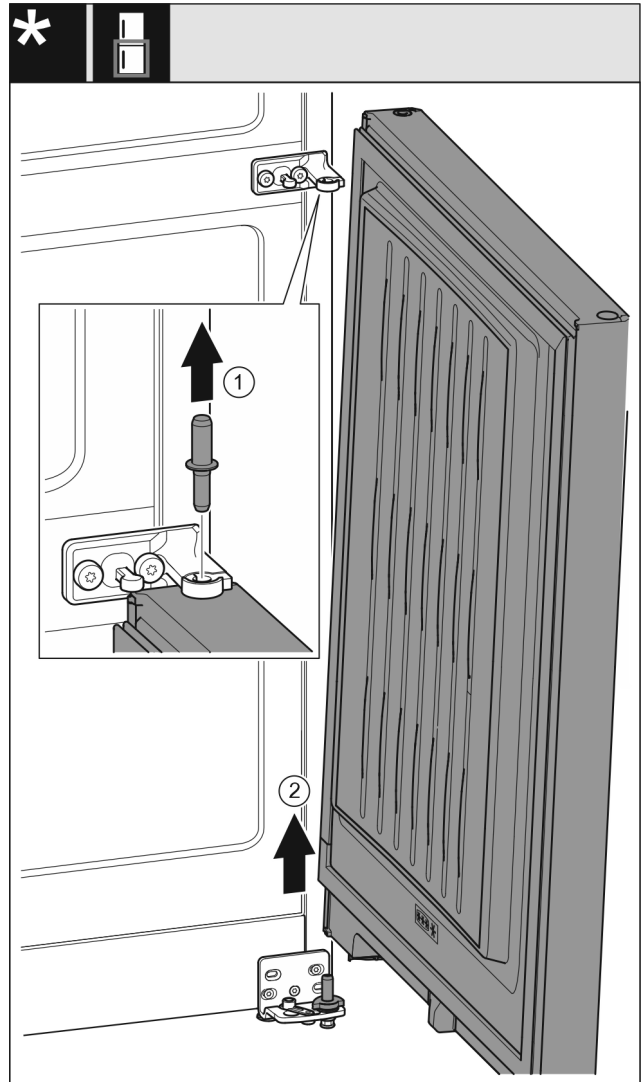

Fig. 9
- Nxirrni jashtë bulonin Fig. 9 (1) duke e ngritur lart.
- Anoni paksa derën Fig. 9 (2) për ta ngritur, tërhiqeni lart dhe lëreni mënjanë.